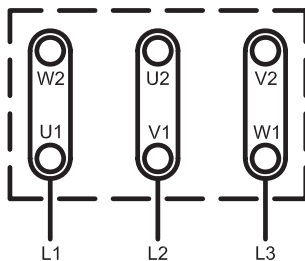

fig. 7: Bornier pour une connexion à trois pôles
- ➔ Pour un démarrage à trois pôles, utiliser les ponts U1-W2 | V1-U2 | W1-V2 pour un montage en triangle (fig. 7).